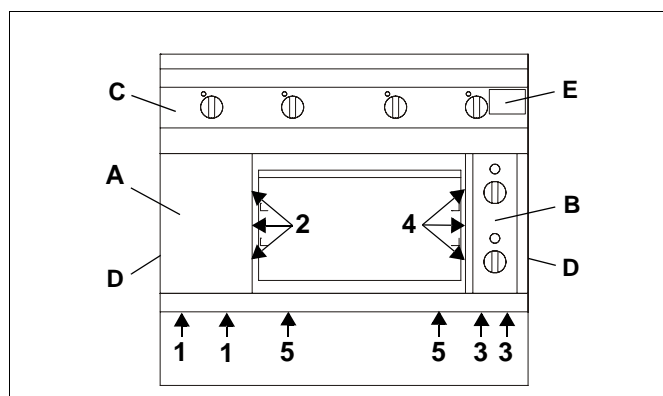
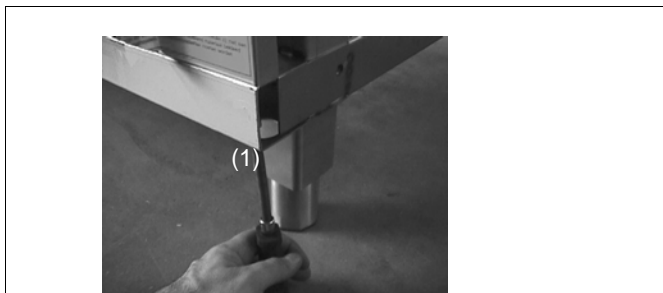

Fig. 5
Fig.6 Frontblenden
La plaque signalétique (E) figure à l'intérieur et à l'extérieur du panneau de commandes (C), à droite (Page 16 Fig. 5).
- ⇒ Desserrez les vis (1 et 3 Fig. 5, Fig.6). Si le four est encastré, desserrez
2.2 PANNEAU DE COMMANDE (C)
- ⇒ Desserrez les vis (5 / Fig. 5).